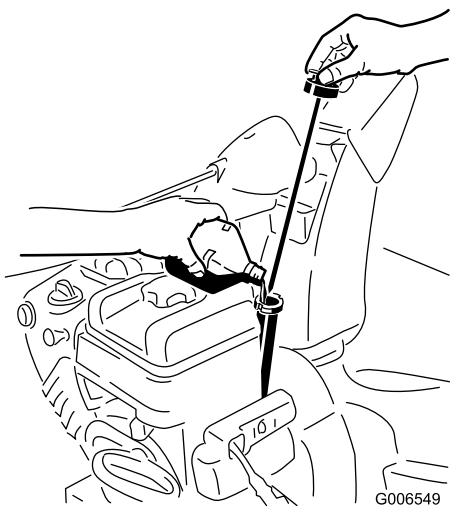

Figura19
- Scoateți joja de ulei și turnați **încet** ulei în tubul de umplere cu ulei pentru a ridica nivelul uleiului până la marcajul Full (Plin) de pe joja de ulei. **Nu umpleți excesiv** (Figura19). Consultați secțiunea privind verificarea nivelului de ulei din manualul de întreținere.